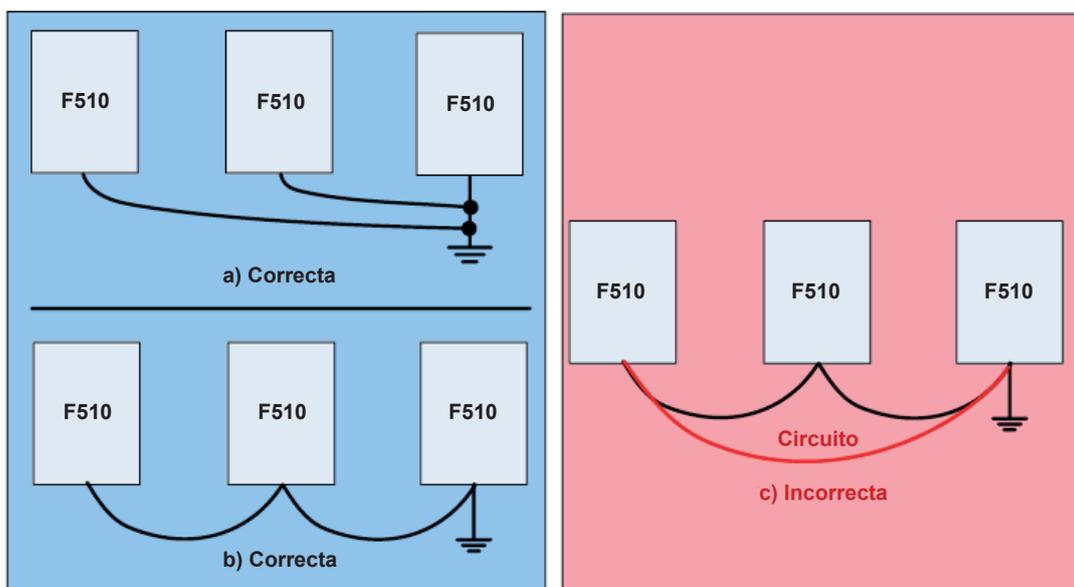

Fig. 3.12.1 Conexión del inversor a tierra
1. Conecte la terminal a tierra (E) a tierra con una resistencia inferior a 100 Ω .
4. Cuando use más de un inversor, tenga cuidado de no conectarlo en la forma incorrecta, de circuito, vea el ejemplo que se muestra en la Fig. 3.12.1